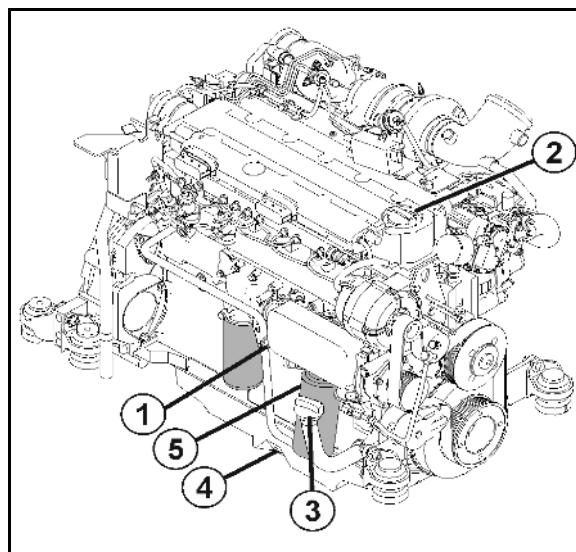

Fig. 163
2. Løsne og skru av smøreoljefilterpatronen (Fig. 163/5) med standard verktøy.